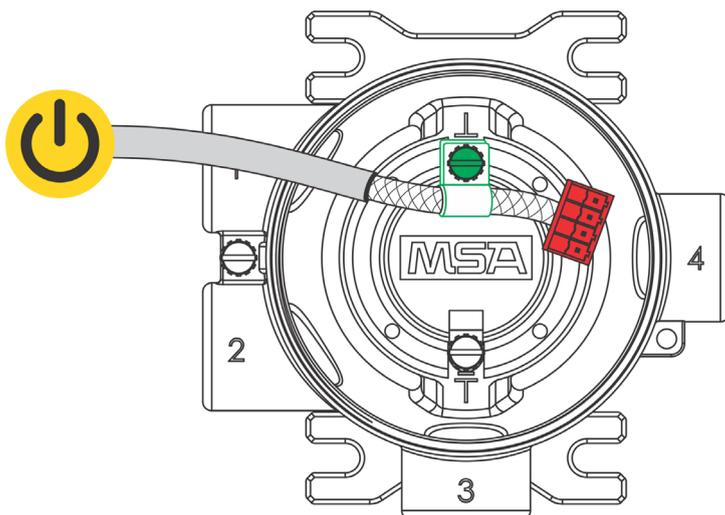

图 26 连接电源和接地电缆
建议使用屏蔽电缆。电缆屏蔽层应使用随附的压接端子连接至仪器外壳的内部（参见图 图 26）。
- (7) 拧紧连接器上的螺钉，然后轻轻拉扯电线，确保连接紧固。
- (8) 将电缆屏蔽层连接至仪器外壳的底座上（参见图 图 26）。